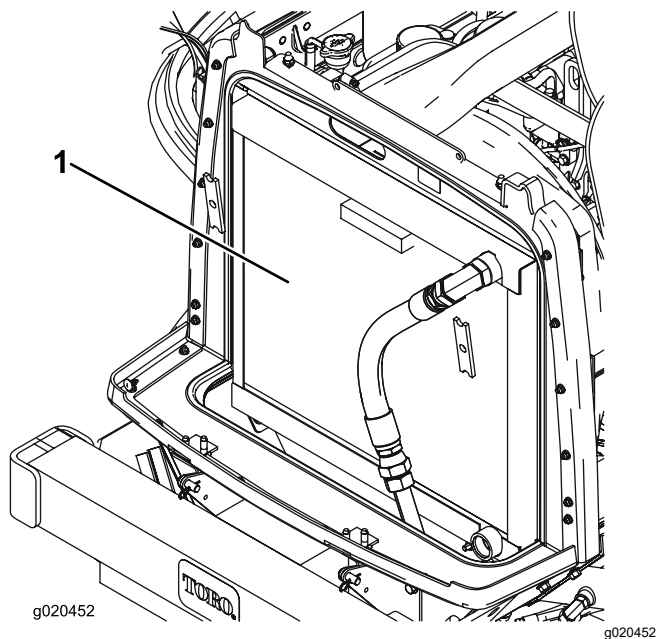

Figura 112
3. Pulite accuratamente entrambi i lati dell'area del refrigeratore dell'olio e del radiatore utilizzando aria compressa (Figura 112).